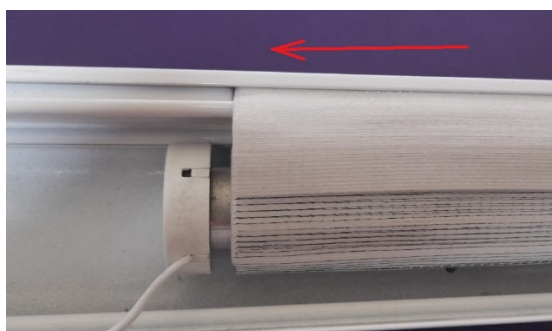
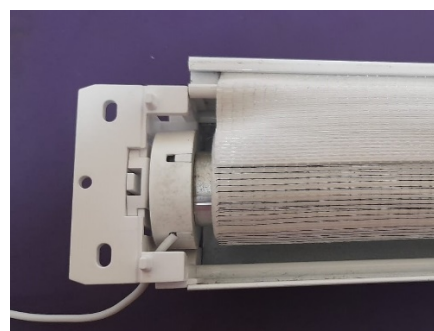

Рис. 4.18
Рис. 4.19
4.10. Вставить подогнутый край ткани с полосой-фиксатором в паз короба (Рис. 4.18). Вставить трубу с мотором во вставку кронштейна (Рис. 4.19).